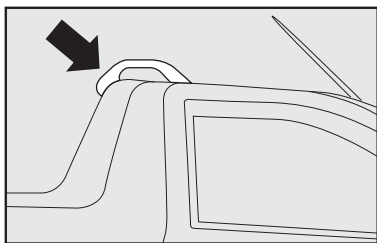
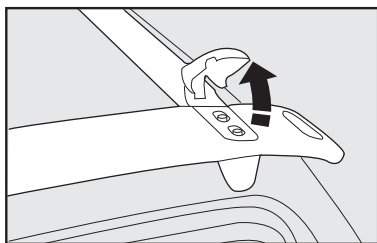
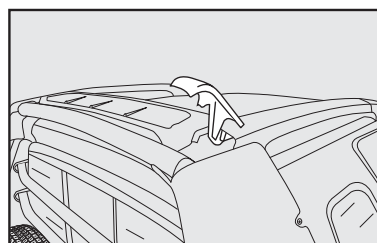

fig. 111
fig. 112
fig. 113
- utilizar o porta-escadas fig. 111 para apoiar e fixar corretamente os objetos de maior altura. Nas versões com cabine estendida e cabine dupla, levantar antes os limitadores fig. 112 ou A-fig. 113 (Strada Adventure).
Ao utilizar o porta-escadas, não apoiar objetos cujo peso for superior a 50 kg. Os limitadores fig. 112 ou 113, não deverão ser forçados com pressões laterais superiores a 30 kg.